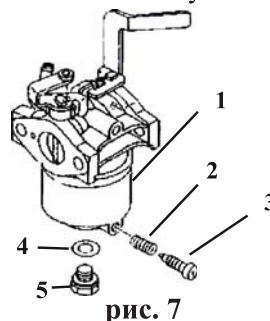

рис. 7
7.7.3 Слейте топливо из поплавковой камеры карбюратора, вывинтив пробку 3 (рис. 7) После слива установите пробку на место и затяните.
7.7.4 В модификациях в которых отсутствует винт слива, бензин сливать вывинтив болт 5 (рис. 7) крепления поплавковой камеры 1 (рис. 7), придерживая камеру.